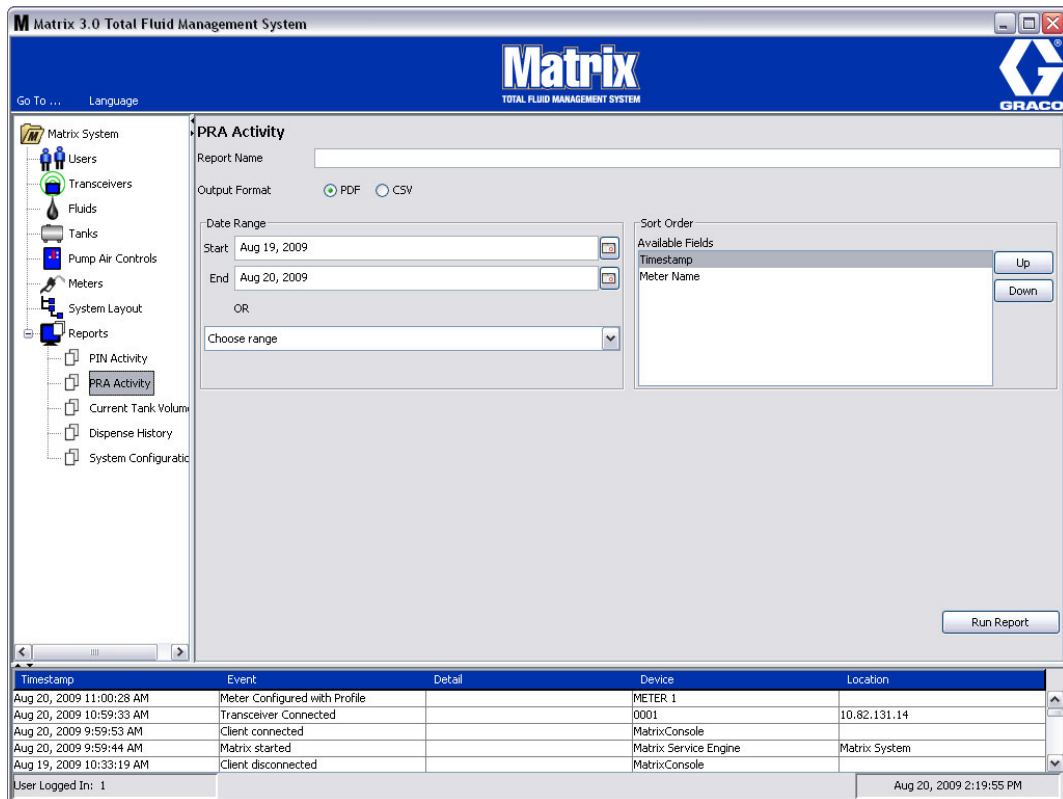

FIG. 103
- Schermata attività PRA (FIG. 103)